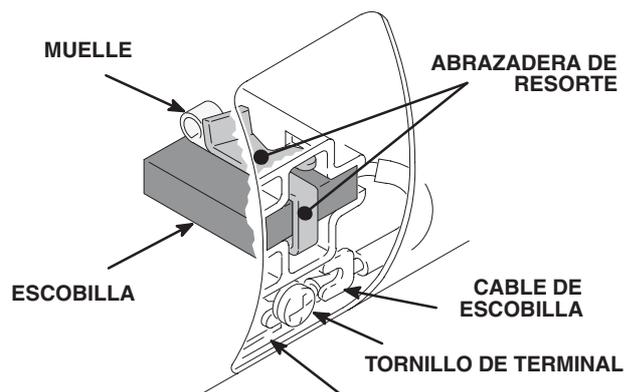

Fig. 12
4. Afloje el tornillo del terminal del cable de la escobilla. Extraiga el cable de la escobilla, dejando el cable del motor en su posición. Extraiga la escobilla y el muelle. Vea la Fig. 12.
7. Deslice el terminal debajo de la arandela del tornillo de terminal y apriete el tornillo. Asegúrese de que el hilo conductor del motor todavía esté conectado al tornillo. Vea la Fig. 12.